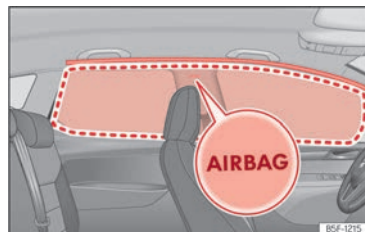

Abb. 34 Einbauort und Entfaltungsbereich des Kopfairbags.
Die Kopfairbags befinden sich zu beiden Seiten im Innenraum oberhalb der Türen »» (Abb. 34) und ihre Einbauorte sind mit dem Schriftzug „AIRBAG“ gekennzeichnet.
Der eingerahmte Bereich wird vom auslösenden Kopfairbag erfasst (Entfaltungsbereich) »» (Abb. 34). Deshalb dürfen in diesen Bereich niemals Gegenstände abgelegt oder befestigt werden »» ⚠.
- Stellen Sie sicher, dass Kinder richtig in ihren Sitzen sitzen und ihren Kopf nicht in den Entfaltungsbereich der Kopfairbags halten >>> (Abb. 34), da sie beim Auslösen der Airbags von diesen getroffen werden und schwere Verletzungen erleiden könnten.